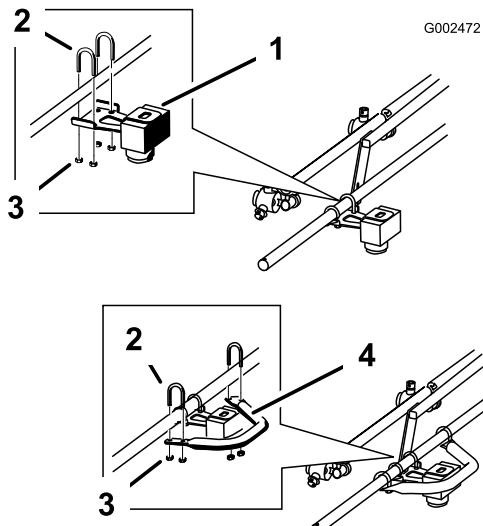

図 5
して、右側超音波センサーを、右ブーム最後のノズルと垂直サポートとの間に仮止めする（図 5）。
4. 超音波センサーを取り囲むように保護チューブを取り付ける；角の付いた側が内側（車両の方）を向くように取り付けること。保護チューブをブームに仮止めする（図 5）；U ボルト 2 本、ワッシャとナット 5_16 各 4、およびロックナットとナット 1_4 各 4 を使用する。後で調整を行うのでナットは固く締めないこと。